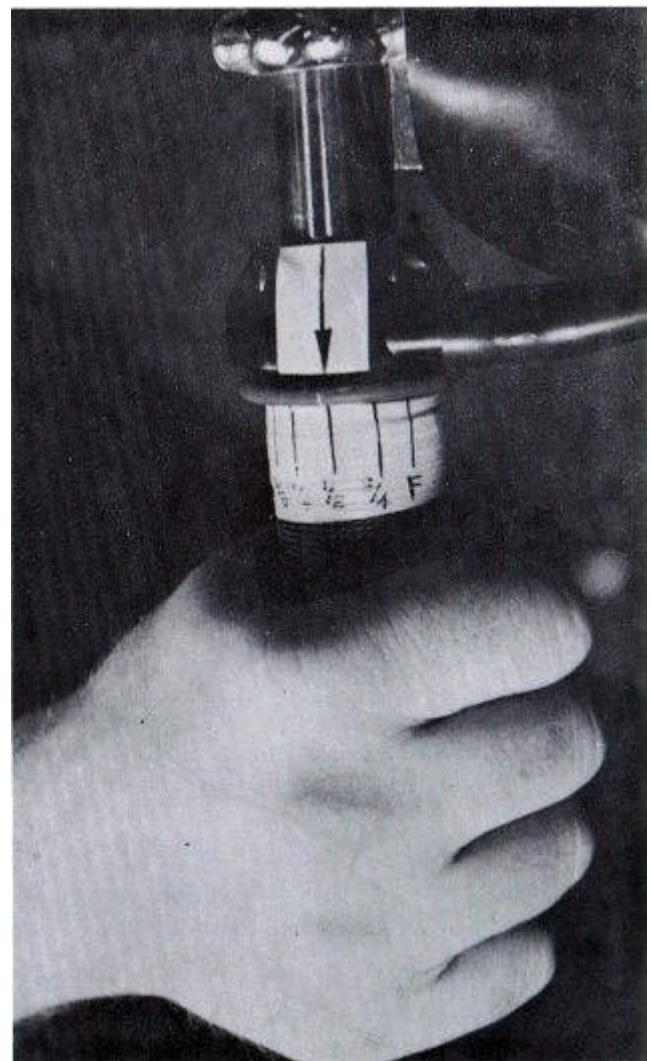

FIG. 140
5. Una forma cómoda de encontrar cuál era la posición del acelerador está manejando es envolver un pedazo de cinta adhesiva de color blanco o claro de aproximadamente 1 "de ancho alrededor del puño del acelerador al lado de la tapa del regulador. El uso de la costura entre las dos mitades de la vivienda como un de referencia, medir y marcar líneas de la cinta con la designación 0, 08/01, 04/01, 1.2, 4.3 y máxima. (Fig. 140) Para facilitar la lectura, es posible que desee utilizar una línea de color diferente para cada apertura del acelerador. De esta manera, sólo tendrá que quitar la vista de la carretera durante un tiempo mínimo. A continuación, mientras se conduce, puede girar el acelerador hasta que el motor funcione de forma errática, y simplemente mirar hacia abajo en el acelerador para decir cómo ahora está abierto.